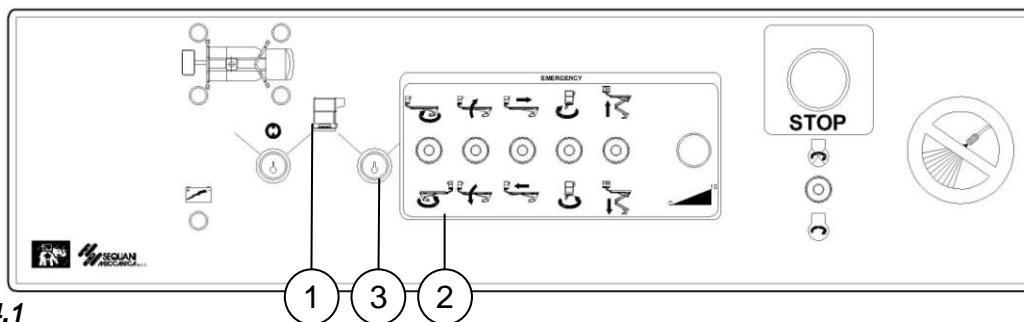

fig. 4.4.1
- inserire la chiave nel selettore (*pos. 3 fig. 4.4.1*) e ruotarla in posizione “Comandi di emergenza” (*pos. 2 fig. 4.4.1*)
- terminate le operazioni, riportare la chiave in posizione “Comandi in cestello” (*pos. 1 fig. 4.4.1*)